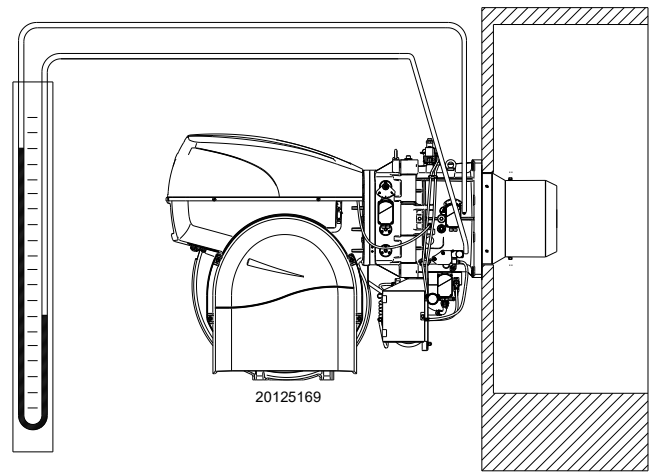

Fig. 35
- Montar un manómetro en U o un manómetro de tipo diferencial (Fig. 35), con toma (+) en la presión gas del manguito y (-) en la cámara de combustión. Se utiliza para medir la potencia MÁX aproximada del quemador.
La llegada de gas al manguito puede observarse en el manómetro en U (Fig. 35).